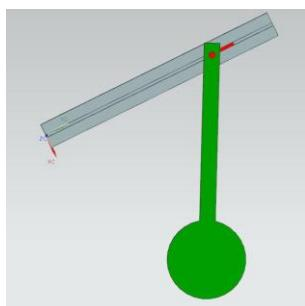
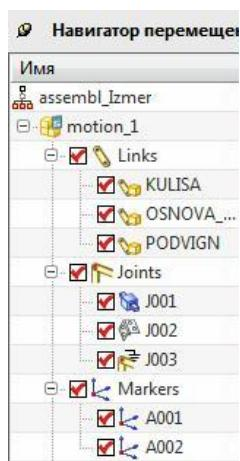
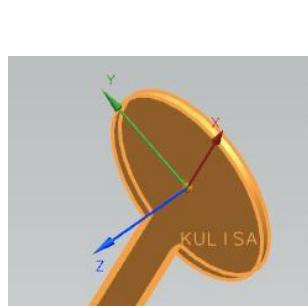
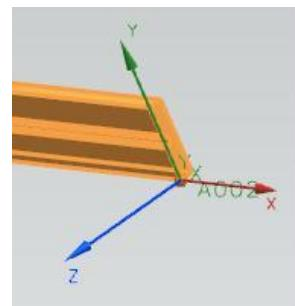

Рис.34
рис.35
рис.36
рис.37
- Для начала из учебной директории выполните готовый *Prim_Kulisa* (рис.34,35).
- Нам сейчас важно отметить, что для будущих измерений в этом примере вы должны поставить два маркера **A001** и **A002** (рис.35). Как эти маркеры ставят – мы рассмотрим ниже, а сейчас важно понять – зачем они нужны. Повторим, маркеры – это локальные системы координат. В нашем примере одну такую локальную систему координат мы поставили в центре зеленого маятника (рис.36), а вторую – на конце серой штанги (рис. 37). Эти локальные системы координат мы ориентируем таким образом, чтобы впоследствии было удобно измерять различные углы между ними. А точнее – между их осями X.
- Вспомним, что в нашем исходном примере (рис.34) в свое время мы поставили два маркера (рис.36, 37).